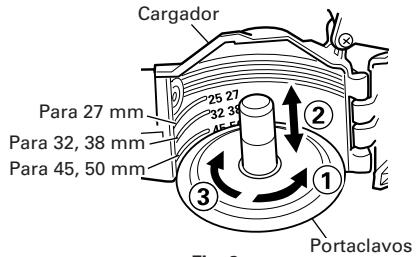

Fig. 3
Para el ajuste, gire el portaclavos ① hacia la izquierda unos 90 grados. Mueva el portaclavos ② hacia arriba o hacia abajo, ajuste la longitud de acuerdo con los clavos utilizados, y ajuste la superficie del portaclavos con la posición marcada en el portaclavos del cargador. Gire el portaclavos ③ hacia la derecha (unos 90 grados) hasta que haga clic. (Fig. 3)